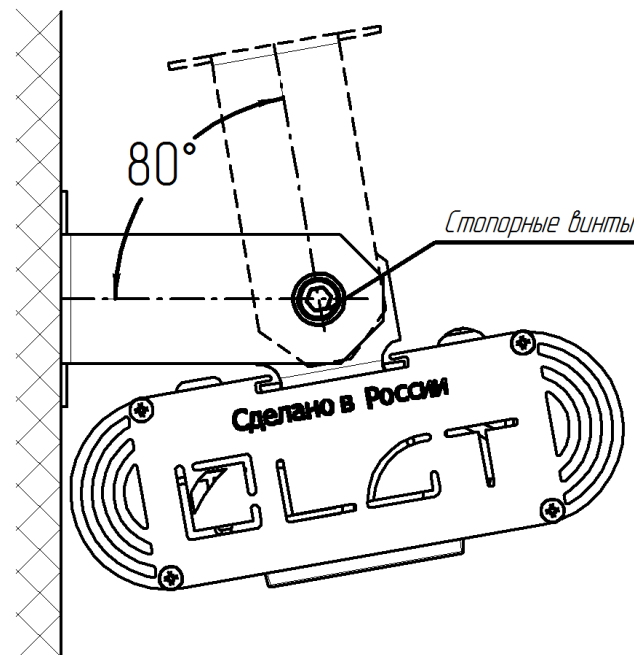

Рис. 2
3) Отвернуть поворотные скобы в сторону поверхности установки до упора (Рис. 2). Максимальный угол поворота скобы на светильнике 80°.